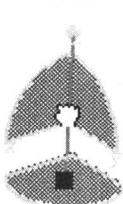

图 1-8 直线移动 (一)
(1) 平移 单击罗盘上的任一直线(即x、y、z轴)移动，物体就会沿着所选中的直线方向移动，如图1-8和图1-9所示。抓住罗盘上xy、xz、yz任一平面，屏幕上的空间及物体可在所抓住的平面上移动，如图1-10所示。